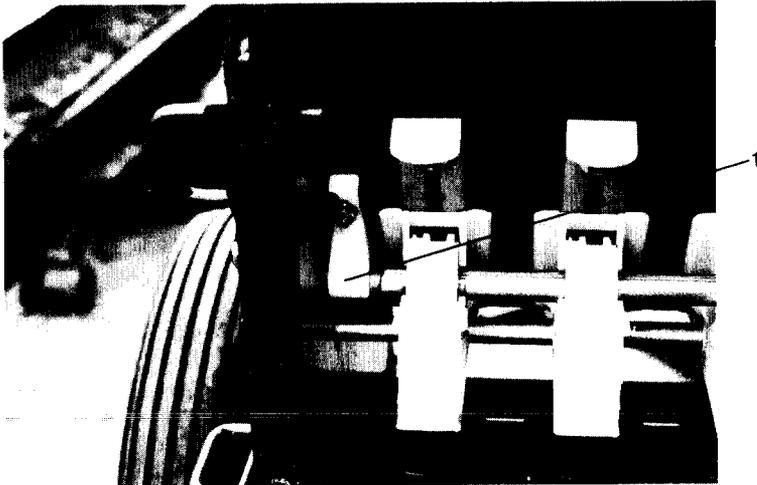

Fig. 59
4. Drucklager auf der Säwelle (Fig. 59 / 1) demontieren.
7. Säwelle mit Getriebeausgangswelle mit Hilfe des Spannstiftes verbinden, Drucklager (Fig. 59 / 1) montieren, Bohnensärad mit Hilfe der Imbusschraube auf der Säwelle befestigen, so daß die Imbusschraube in die Nut der Säwelle faßt.
7. Drucklager am in Fahrtrichtung linken Ende der Säwelle demontieren und gegen das mit dem Beizgerät gelieferte Drucklager mit größerem Radius ersetzen (Fig. 59 / 1).
8. Kurbel (Fig. 53 / 1) von außen auf die Säwelle aufschieben und mit der Säwelle verstemmen, Schraube am Drucklager (Fig. 59 / 1) anziehen. Antriebsschwinge (Fig. 53 / 2) auf den durch die Seitenwand heraustehenden Wellenstummel der linken Beizgeräthälfte aufsetzen und durch die mitgelieferte Imbusschraube mit dem Wellenstummel verbinden.